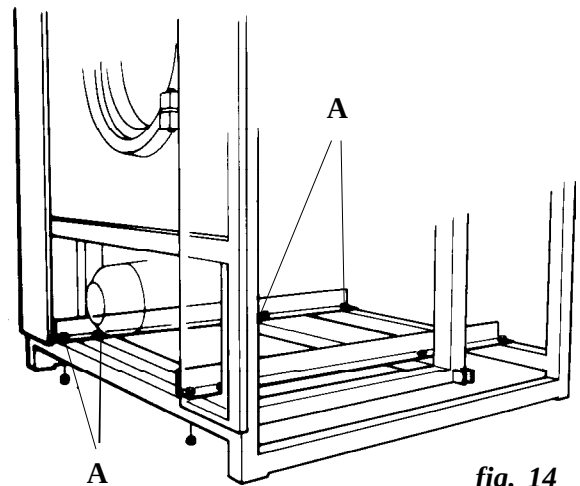

fig. 14
- Locate on the chassis base the two yellow fixing braces and dismantle. Four screws hold each brace to the machine (*fig. 14/A*).
- Localizar en la base del chasis los dos perfiles de fijación de color amarillo y desmontarlos. Cada perfil va fijado a la máquina por cuatro tornillos (*fig. 14/A*).
- Localiser sur la base du châssis les deux profilés de fixation jaunes et les démonter. Chaque profilé est fixé à la machine par quatre vis (*fig. 14/A*).